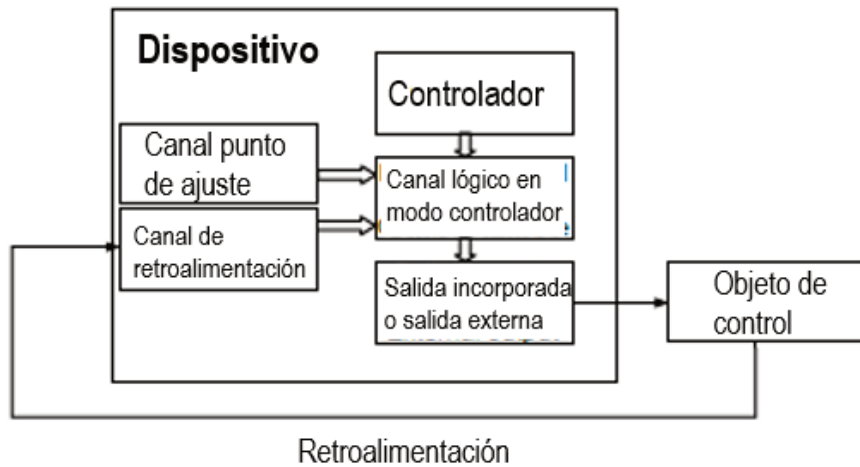
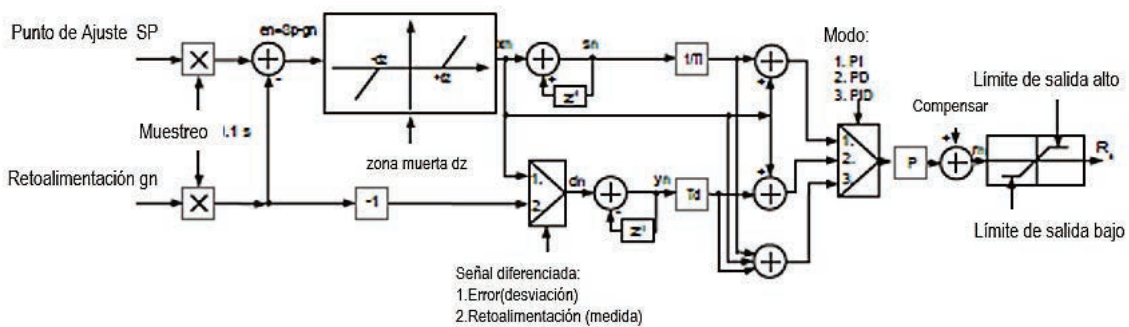
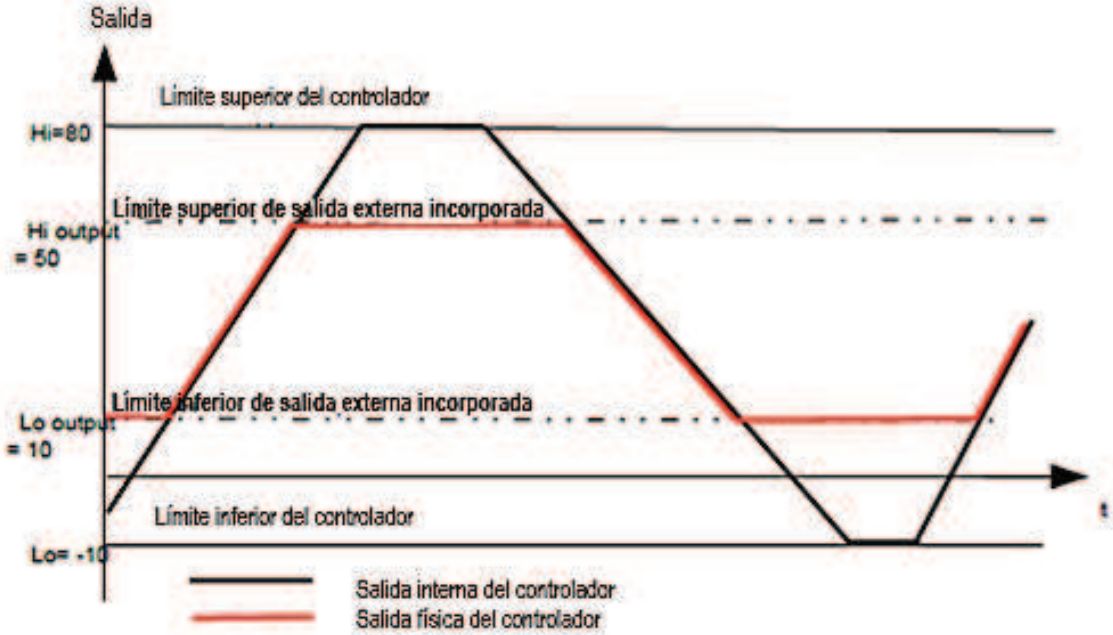

Fig. 7.120. Diagrama de bloques del bucle de control del objeto por MultiCon
Fig. 7.121. Diagrama de bloques del controlador implementado en el dispositivo.
Fig. 7.125. Limitación de salida del bucle de control
- **Señal diferenciada**: este parámetro está disponible para el **modo PD** y **PID** y permite la selección de la opción (ver **Fig. 7.120** y **Fig. 7.121**):
i ¡Nota! Después de compensar la señal de salida, el valor de salida se limita al rango establecido en los parámetros de **límite inferior de salida** y **límite superior de salida** (consulte la Fig. 7.121),
La Fig. 7.120 muestra el diagrama de bloques de un proceso de control de un objeto con el **controlador** implementado en el dispositivo. Establece la configuración del controlador seleccionado para conectarse al **canal lógico** operando en el modo **Controlador**. En este **canal lógico**, seleccione el **canal de punto de ajuste** y el **canal de retroalimentación** que almacenan los datos necesarios para controlar el objeto. Respectivamente, el **canal de punto de ajuste** contiene un valor de destino del proceso, mientras que el **canal de retroalimentación** incluye el valor de retroalimentación
En la Fig. 7.125 se presenta un diagrama ejemplar de los valores de salida del bucle de control. El diagrama muestra la doble limitación del bucle de control suministrado al objeto. La primera limitación con una línea negra resulta de los parámetros de salida del Controlador (valor de salida del canal lógico en el modo del controlador, ver Fig. 7.120), y el segundo límite marcado con una línea roja resulta de los parámetros incorporados / salidas externas (valor transferido a objeto controlado, ver Fig. 7.120).